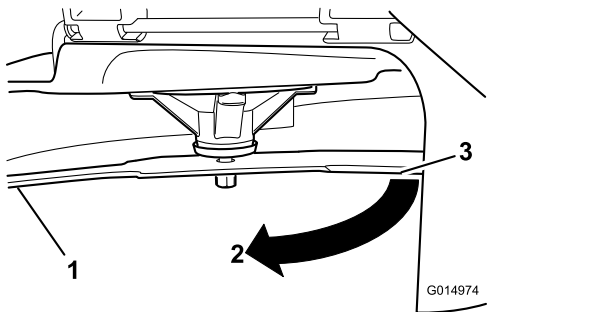

Figure 56
3. Mesurez la distance entre la lame et la surface (A)
4. Tournez la même lame de 180 degrés pour amener l'autre tranchant à la même position (**Figure 56**).